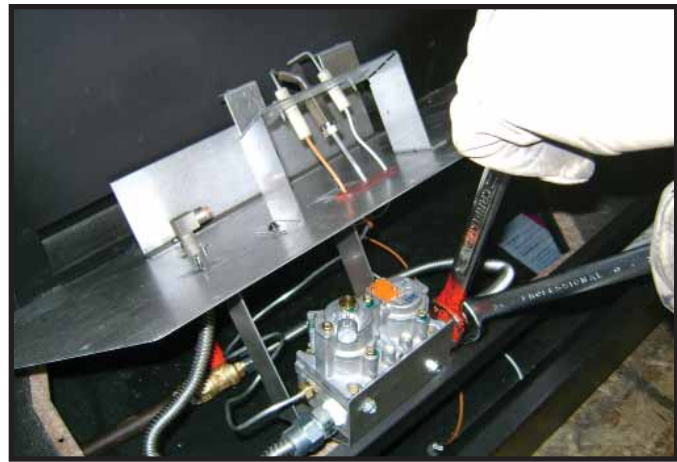

Fig. 16.7 Frakoble gassventilen
3. Sett ventilklammen på frontleppen på forbrenningsboksen. Skru kuleventilen til "AV". Frakoble gassventilen fra gassledningens kuleventil montering ved trykksmonteringen. Se Fig. 16.7.